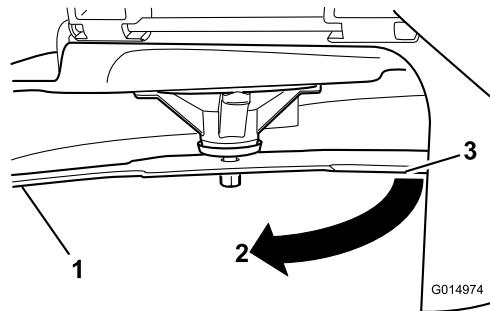

Bild 59
- 3. Zwischen Messer und Oberfläche gemessener Abstand (A)
4. Drehen Sie dasselbe Messer um 180 Grad, sodass die andere Schnittkante jetzt in derselben Stellung ist (Bild 59).